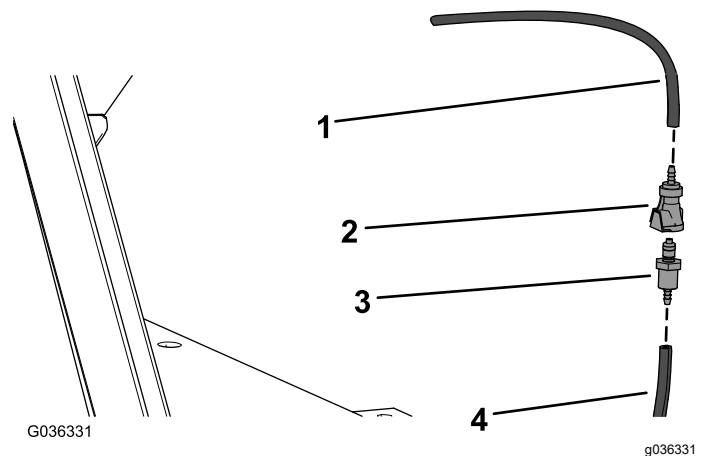

Figura 4
2. Conecte el acoplamiento recto hembra a la manguera de la cabina y el acoplamiento recto macho a la manguera del kit (Figura 4).